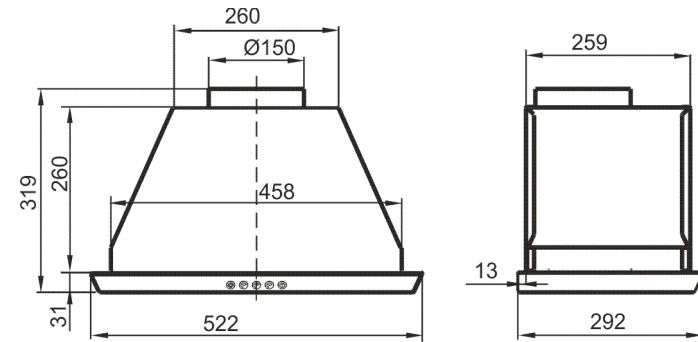

рис. 3
8.3 Для очистки алюминиевого фильтра извлеките его из вытяжки (рис.3) и произведите его очистку с помощью щетки горячим водным раствором моющего средства вручную или в посудомоечной машине при (60°C).
- снимите алюминиевый фильтр (рис.3);
- снимите алюминиевый фильтр блока, для этого нажмите на пружинные замки на фильтре и потяните его вниз и на себя (рис.3);